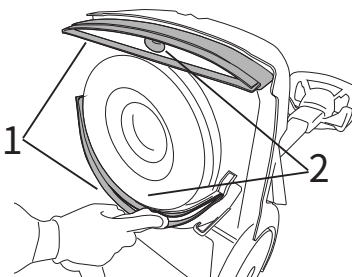

Fig.37
- 湿らせた布で両方のスキージのブレードを拭きます(図37、参照1)。
- 両方のスキージの吸入口をクリーニングします(図37、参照2)。